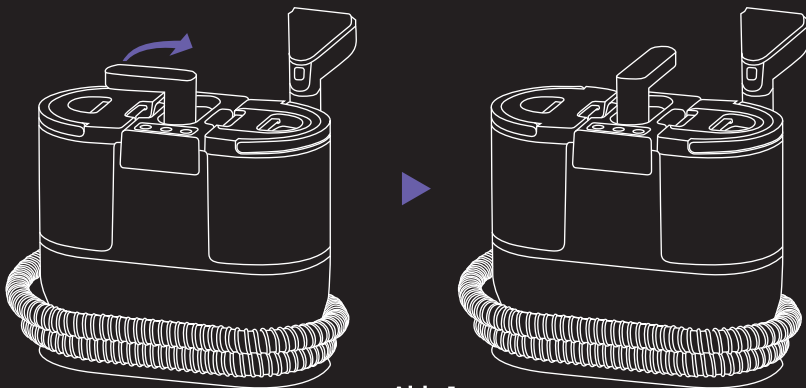

Abb. 1
2. Das Hauptziel des Ortes ist die Steuerung der Transportmechanik, wie dargestellt (Abb. 1). Bringen Sie die 90-Grad-Widerstandstemperatur in den Sinn der Zeiger eines Montres, bis sie festsetzt. Dies bedeutet, dass sie verdreht ist.